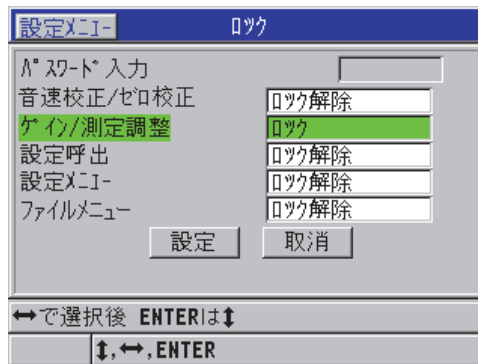

図 7-10 ロック画面
2. 差異画面で（142 ページの図 7-10 を参照）、以下の操作を行います。